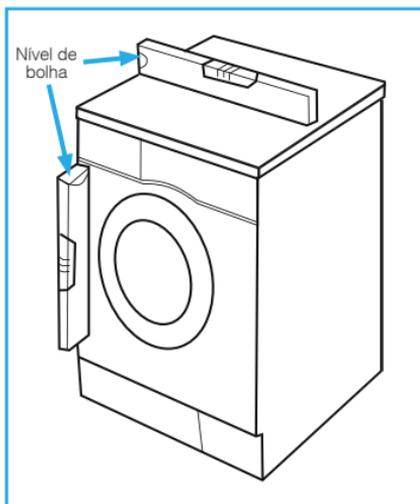

Figura 2
**01.** Após posicionado no local apropriado verifique se o aparelho encontra-se estável e nivelado no ambiente instalado. Para realizar a verificação, recomenda-se a utilização de uma ferramenta de nível de bolha (conforme figura 2).